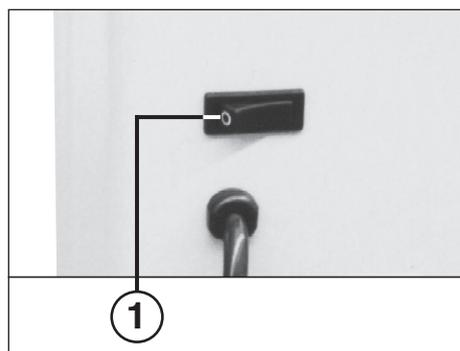
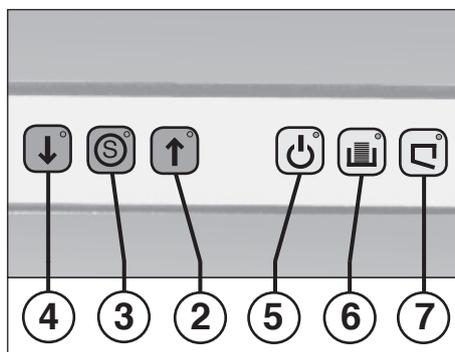

Fig. 1
Fig. 2
- 1 = Interruptor basculante „Pronto a funcionar“ (Fig. 1)**
- 2 = Tecla para frente (Fig. 2)**
- 3 = Tecla de paragem „S“ (Fig. 2)**
- 4 = Tecla para trás (Fig. 2)**
- 5 = Luz de controlo „Pronto a funcionar“ (Fig. 2)**
Acende quando o interruptor de pressão „Pronto a funcionar“ (Fig. 1) estiver ligado.
- 6 = Luz de controlo (Fig. 2) „Recipiente cheio“**
- 7 = Luz de controlo „Porta aberta“ (Fig. 2)**
Ligar o aparelho no interruptor basculante (1) (fig. 1). A lâmpada da luz de controlo „Pronto a funcionar“ (5) e a da tecla de paragem encarnada „S“ (3) estão acesas (fig. 2) para indicar que o aparelho está pronto para entrar em serviço.
Se o recipiente de saída do papel estiver cheio, a máquina desliga-se, e um som de sinalização soa. A indicação de controlo (6) (fig. 2) acende-se. Esvazie o recipiente de saída do papel da maneira seguinte:
- Abrir a porta. A indicação de controlo (7) (fig. 2) acende-se.
- O som de sinalização emudece-se. A indicação de controlo (6) apaga-se.
- Meter o saco vazio, enfiar o recipiente e fechar a porta. A indicação de controlo (7) apaga-se.
Certifique-se de que o aparelho fica desligado noite (desligue o interruptor basculante (1) (Fig. 1).